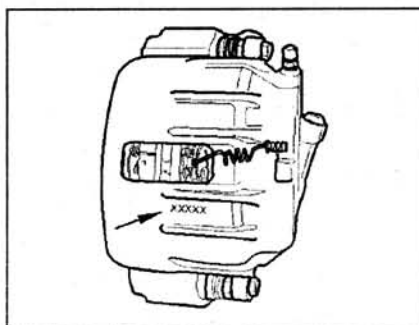

Рис. 7.17. Переместите внутрь поршень с помощью приспособления.
6. Переместите внутрь поршень с помощью приспособления (рис. 7.17).